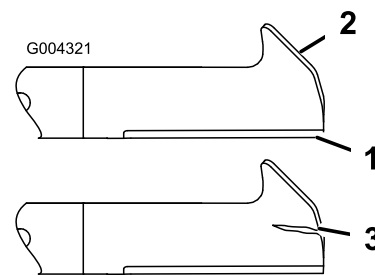

Figura 48
1. Inspeccione los filos de corte (Figura 48). Si los bordes no están afilados o tienen mellas, retire las cuchillas y afílelas; consulte Cómo afilar las cuchillas.
2. Inspeccione las cuchillas, especialmente la parte curva (Figura 48). Si observa daños, desgaste o la
formación de una ranura en esta zona (elemento 3 en la Figura 48), instale inmediatamente una cuchilla nueva.